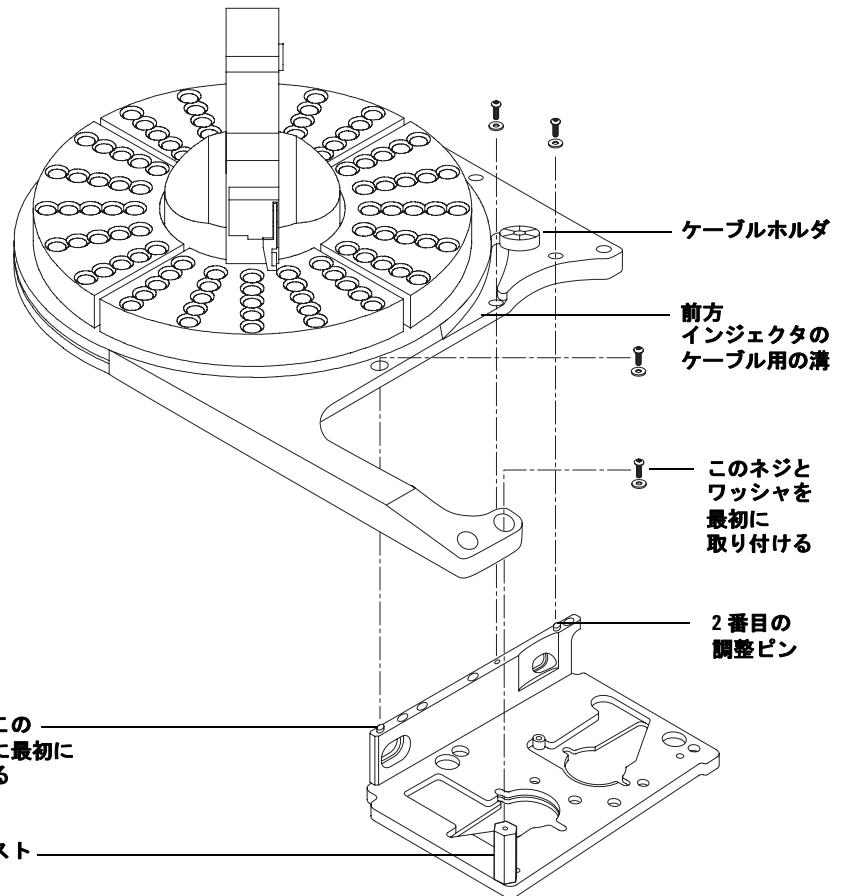

図8 トレイを取り付ける
- 4 ブラケットの(オープンに向かって)右前面隅にある穴にトレイポストを取り付けます(図8)。
前方の位置 タレットがGCの正面を向くようにインジェクタを回転します。ベースにある調整ピンが注入口カバーにある調整穴に入るまで、インジェクタを下げます。G2916Aトレイを使用している場合、インジェクタのケーブルを、トレイの正面にある溝を経由し、ケーブルホルダの下を通って右に這わせます(図8を参照してください)。G2614Aトレイを使用している場合、ケーブルを、ケーブルガイドの下を通って右に這わせます。